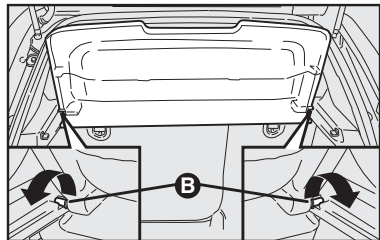

fig. 115
2) Suelte los pernos **B-fig. 115** de la repisa trasera de sus propios alojamientos y luego quítela.